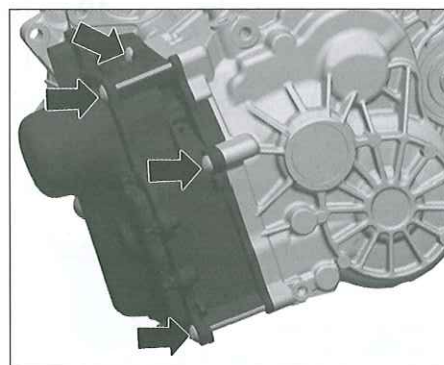

Fig. 13
- Aflojar y desmontar los tornillos en diagonal (4 largos y 3 cortos) (Fig.13).